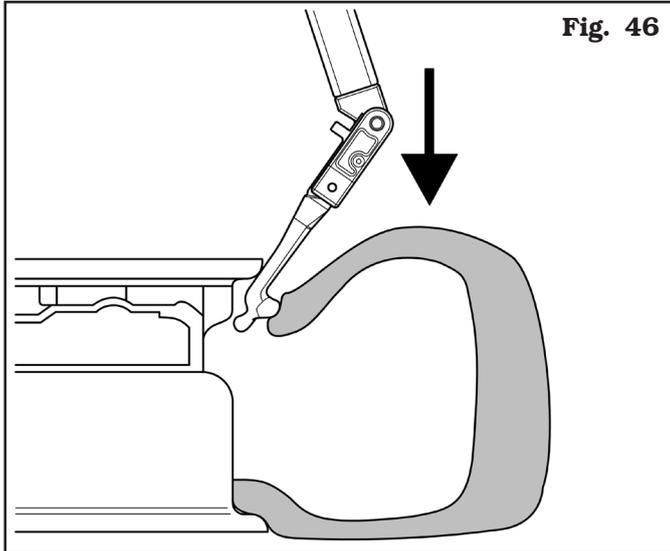
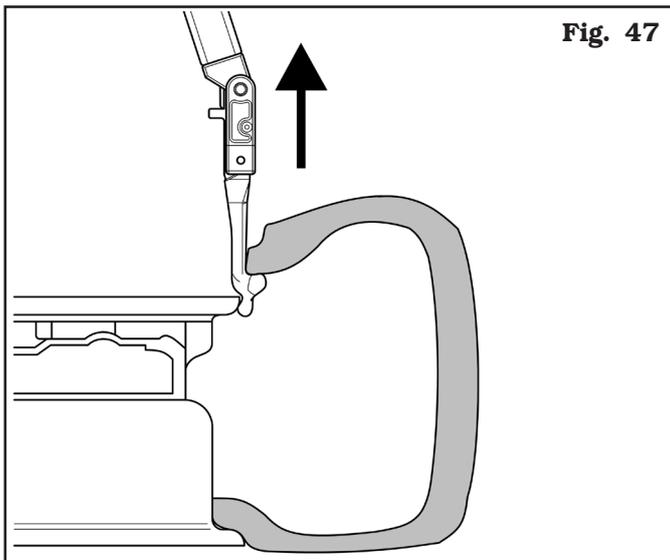
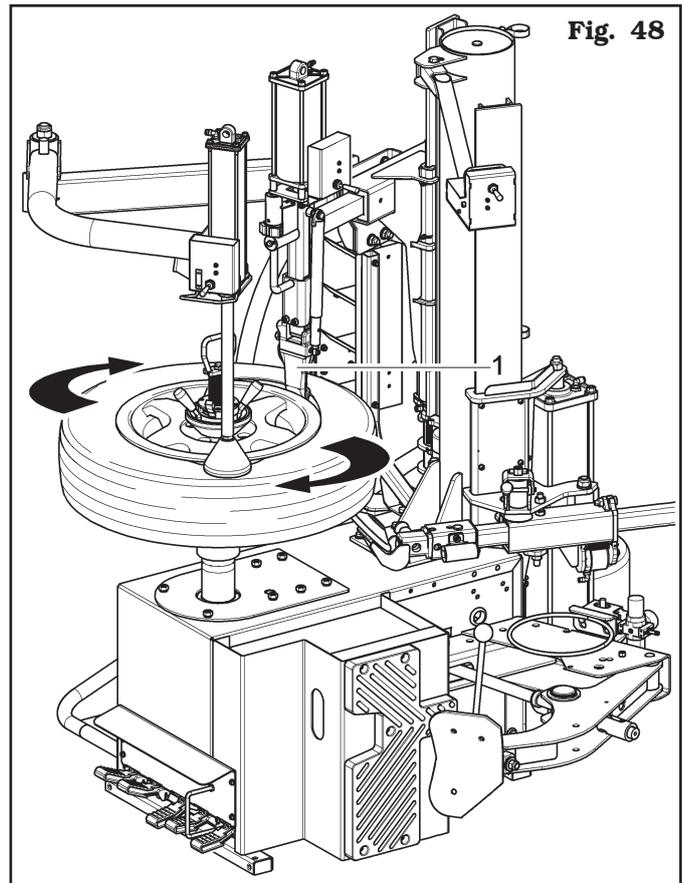

Fig. 46
Fig. 47
Fig. 48
5. abbassare la leva (**Fig. 44 rif. 6**) in modo che la testa utensile penetri fra cerchio e pneumatico (vedi **Fig. 46**). Durante questa operazione la testa utensile ruoterà intorno al bordo cerchio fino ad agganciare il tallone dello pneumatico (vedi **Fig. 47**).
5. sollevare la testa utensile tramite la leva (**Fig. 44 rif. 6**). Quando la testa utensile è in posizione verticale rispetto al cerchio (**Fig. 48 rif. 1**), ruotare il mandrino in modo che lo pneumatico entri nel canale del cerchio. Continuare la salita della testa utensile fino a che il tallone si trova sopra il bordo del cerchio (vedi **Fig. 47**).
ASSICURARSI CHE LA TESTA UTENSILE SIA IN POSIZIONE DI SMONTAGGIO (Fig. 47) PRIMA DI INIZIARE LA ROTAZIONE DEL MANDRINO.
Ruotare in senso orario fino al completo smontaggio del tallone superiore (vedi **Fig. 48**);